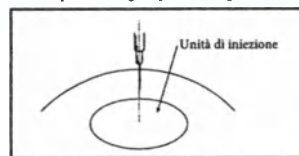

FIGURA 10
- Inserire un ago ipodermico standard, nuovo, sterile, da 21 G (o più piccolo) angolato a 12°, nell'unità di iniezione. Idealmente, l'ago dovrebbe penetrare perpendicolarmente alla sommità dell'unità, come illustrato nella Figura 10. NON fare penetrare l'ago in posizione angolata nell'unità di iniezione.